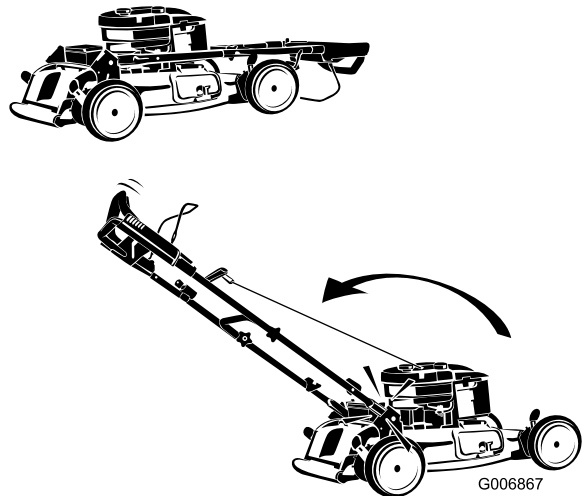

Figure 6
3. Rabattez le guidon en arrière (comme illustré) jusqu'à ce qu'il s'enclenche en position (Figure 6).